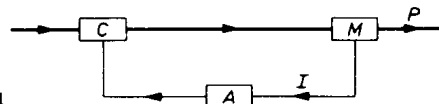

bild 164
I alla kontrollsysten, eller som man säger »mät- och reglerkretsar», förs informationen om resultatet av en process tillbaka till en punkt där resultatet kan påverkas. Därför äger processkontroll alltid rum i en sluten reglerkrets där en ström av information och en ström av resultat är kopplade så att slutet av en process kan påverka processens början genom en mätanläggning (M), en förstärkare (A) och en kontrollenhet (C) (fig 164). Man kan bygga ett enkelt exempel på en sluten reglerkrets (eller som den också kallas, ett cybernetiskt system) med denna experimentlåda.